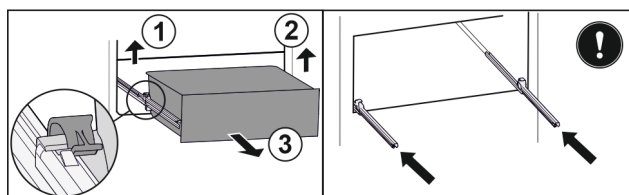

Fig. 206
► Zvedněte levou svorku a současně vytáhněte zásuvku vlevo dopředu. Fig. 206 (1)
► Zvedněte pravou svorku a současně vytáhněte zásuvku vpravo dopředu. Fig. 206 (2)
► Vyjměte zásuvku dopředu. Fig. 206 (3)